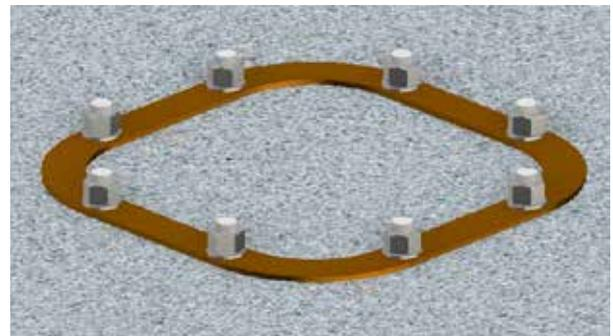

Abb.21
3. Den so vorbereiteten Rahmen im Guss des Sockels einbetten, wobei darauf zu achten ist, dass die obere Platte bündig mit dem Boden bleibt. (Abb. 21). Die Gewinde der Ankerschrauben schützen, damit sie nicht beschädigt werden.